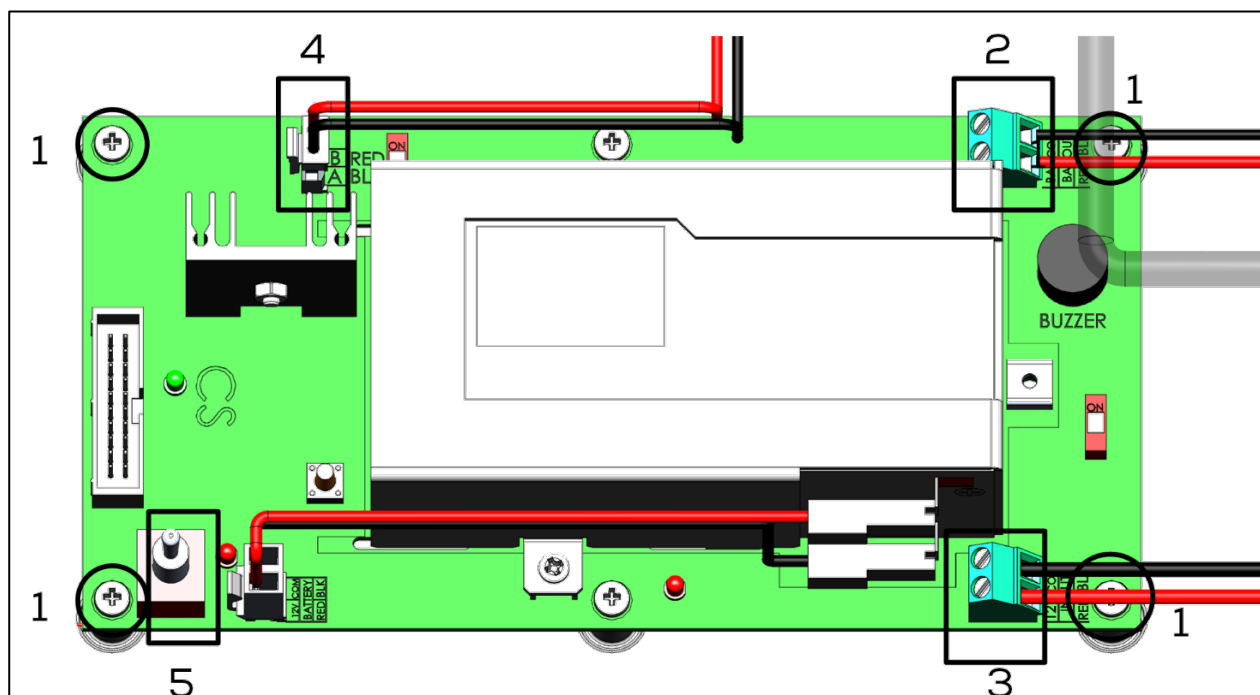

Figura 50: Instalación de la batería de alarma del Trio, vista ampliada
- Si la batería se adquiere como una actualización, instale la unidad como se muestra en la Figura 50.
**CAUTION** Apague la batería de alarma antes de reiniciar el Trio. Coloque el interruptor de palanca en Apagado. Vea la Figura 50.